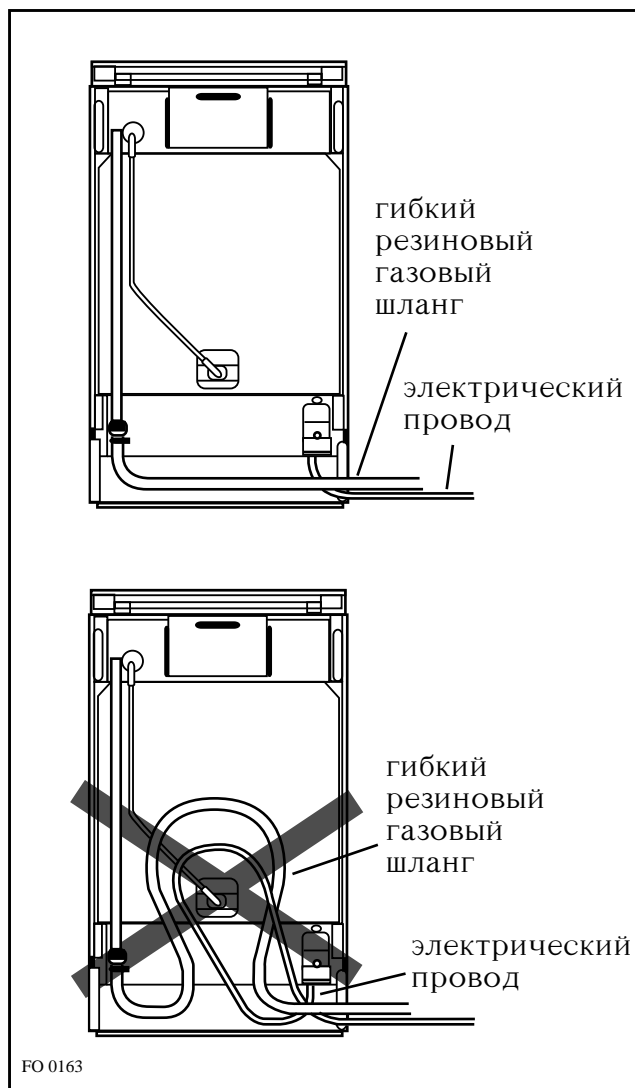

рис. 21
- трубка не соприкасается с объектами, имеющими температуру выше комнатной (выше 30°C); если для того, чтобы подвести трубку к входному разъему, нужно проложить ее по задней стенке плиты, то нужно сделать это так, как показано на рис. 21;